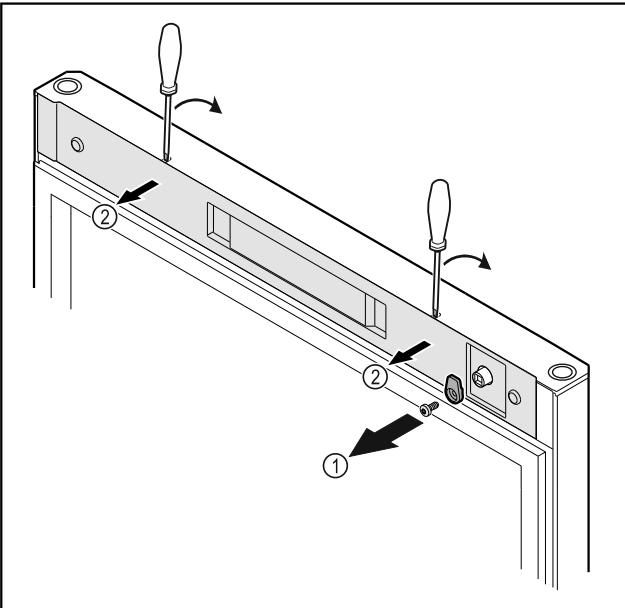

Fig. 20
- Odvijte zapiralni zatič Fig. 20 (1).
- Z majhnim izvijačem sprostite pokrov Fig. 20 (2) in ga odstranite.